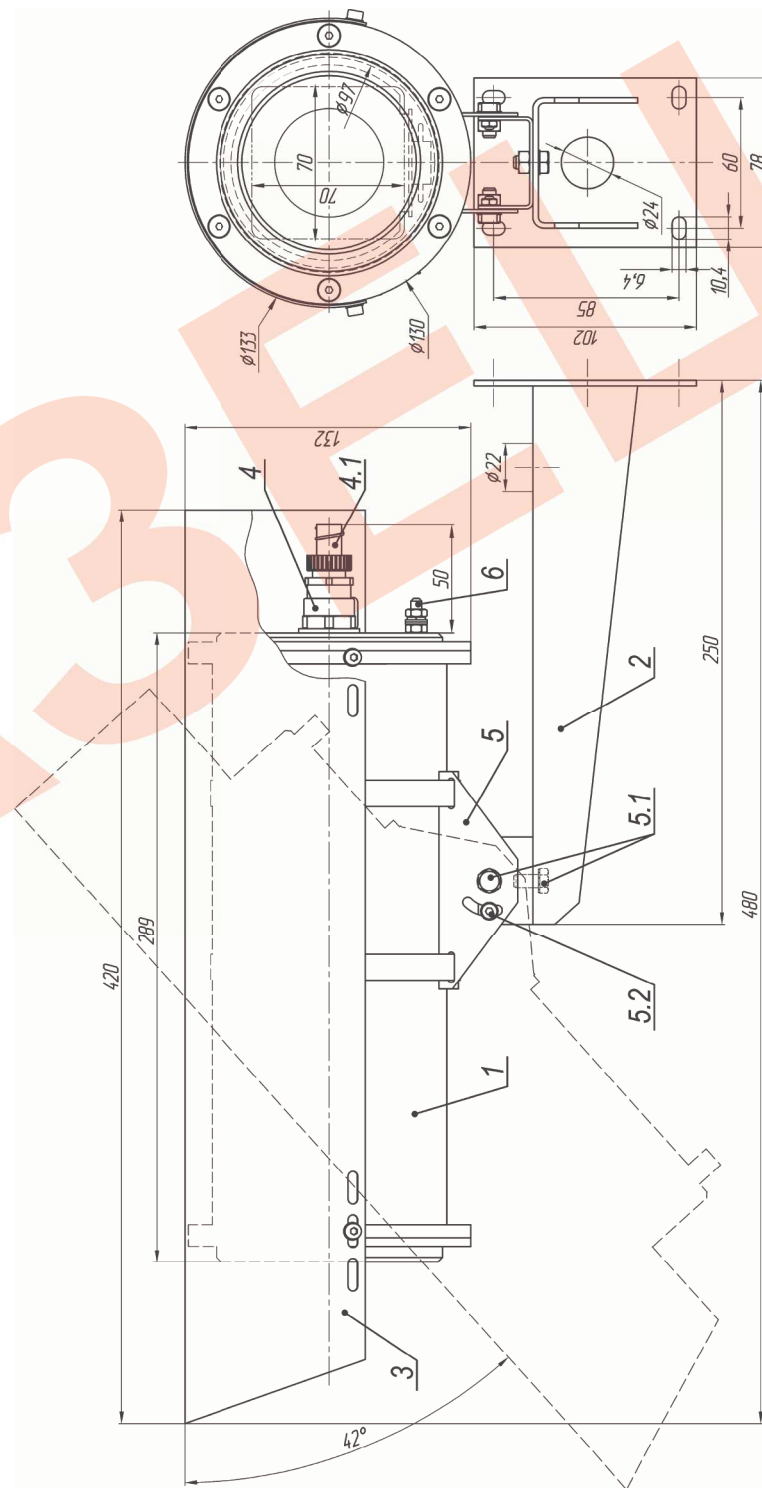

Рис.1 Габаритные и установочные размеры ТВК-187 IP Ex
2. Ослабив болты и винты фиксации шарнира (поз.5.1 и 5.2 рис.1), установить гермобок на нужное направление обзора, после чего надежно зафиксировать шарнир затянув выше перечисленные болты и винты.
3. Заземлить гермобок с помощью болта заземления (поз.6 рис.1).
Состав изделия: (см. рис. 1)